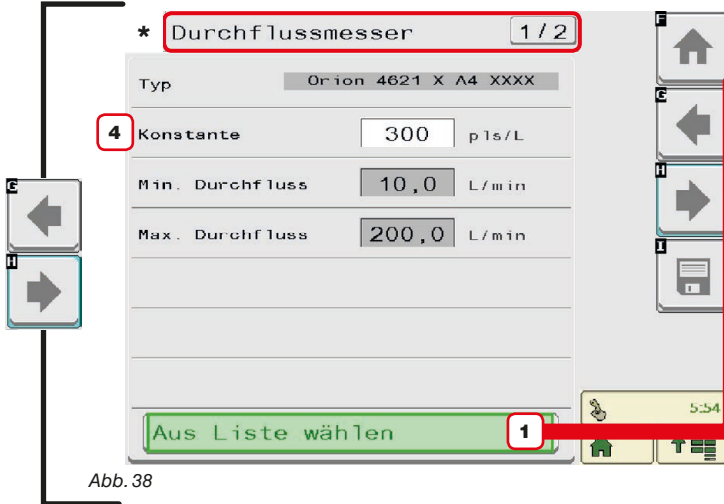
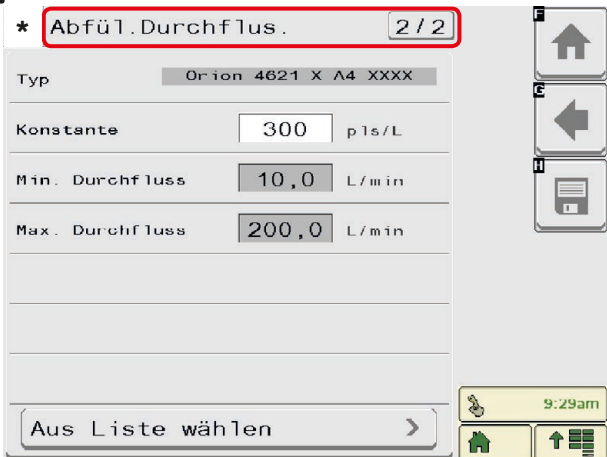

Abb. 38
Abb. 40
* Verwenden Sie die Tasten **H** und **G**, um zwischen den Seiten **Durchflussmesser** (Abb. 38) und **Abfüll. Durchfluss.** (Abb. 40).